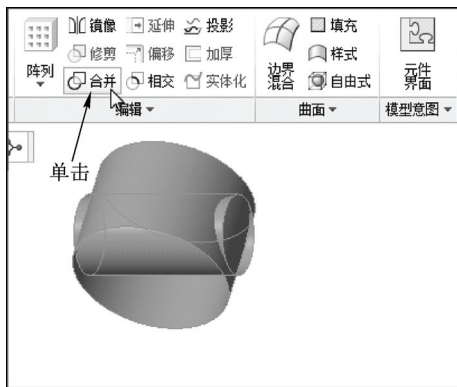

图 10-50 单击“合并”按钮
STEP 02 在绘图区中选择所有的曲面，在功能区选项板的“模型”选项卡中，单击“编辑”面板中的“合并”按钮，如图 10-50 所示。